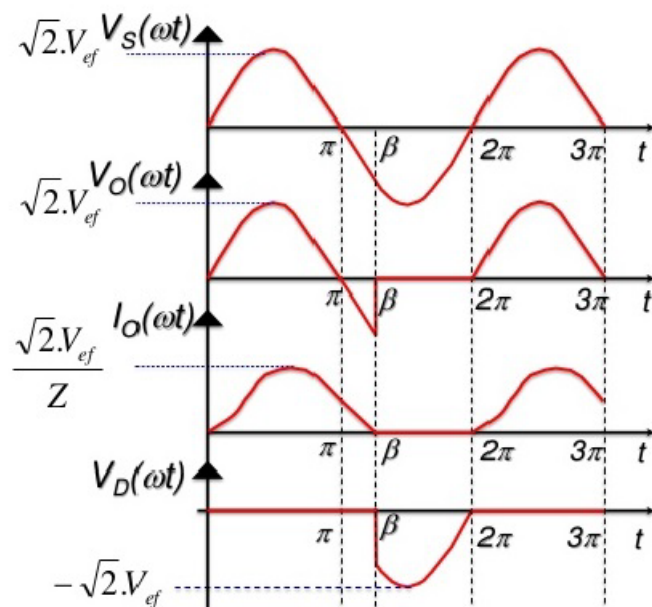

Figura 4: Forma de Onda de tensão e corrente do circuito retificador
4. Utilizar o osciloscópio para visualizar todas as grandezas de interesse (mostradas na Figura 4), identificando seus valores de pico, médios e eficazes.
5. Obter as principais formas-de-onda (vide Figura 4);